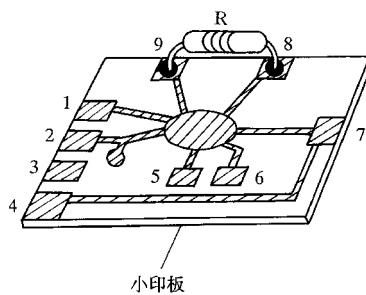

图 1-12
(11) 将电池夹子的正、负极引线分别焊牢在 KD-482I 小印制电路板的相应位置上, 注意, 正极引线焊在 5 接点处, 负极引线焊在 4 接点处, 千万不能搞错。使用时, 将一枚 3V 纽扣锂电池正极朝上夹在夹子上即可。
(12) 将外接电阻 R 焊于 KD-482I 小印制电路板的 8、9 接点处, 可直接搭焊在铜箔面(见图 1-12)。